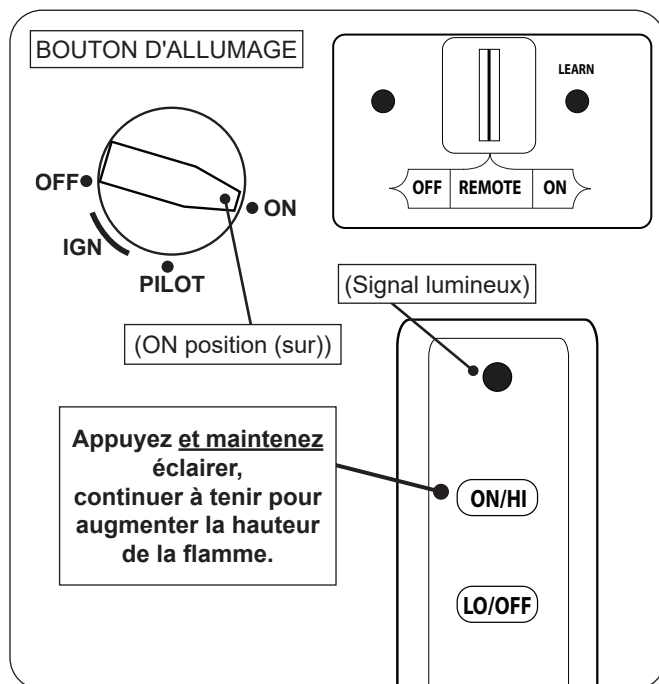

Fig. 52-1 Éclairage à distance
1. Assurez-vous que la veilleuse brûle. Tournez le bouton d'allumage dans le sens antihoraire ↶ sur **ON** (sur) (voir Fig. 52-1).
2. Localisez l'interrupteur à 3 positions sur le récepteur à distance et faites glisser l'interrupteur sur **REMOTE** (télécommande) (voir Fig. 52-1).
3. Localisez la télécommande et maintenez enfoncé le bouton **ON/HI** (sur/haut) (voir Fig. 52-1). La séquence d'allumage commencera.